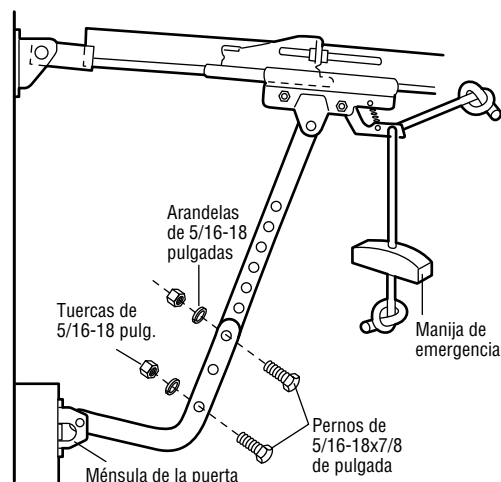

Figura 3
• Figura 3, Opciones para alinear los orificios: